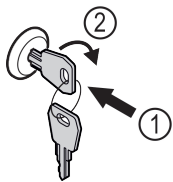

Fig. 123
- ▶ Zatlačte kľúč. Fig. 123 (1)
- ▶ Otočte kľúč o 90° v smere hodinových ručičiek. Fig. 123 (2)